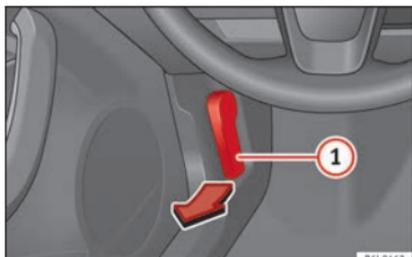

Fig. 8 Ver ubicación en la Fig. 3
- Abrir el capó: tire de la palanca que hay debajo del tablero de instrumentos » » fig. 8 ①.